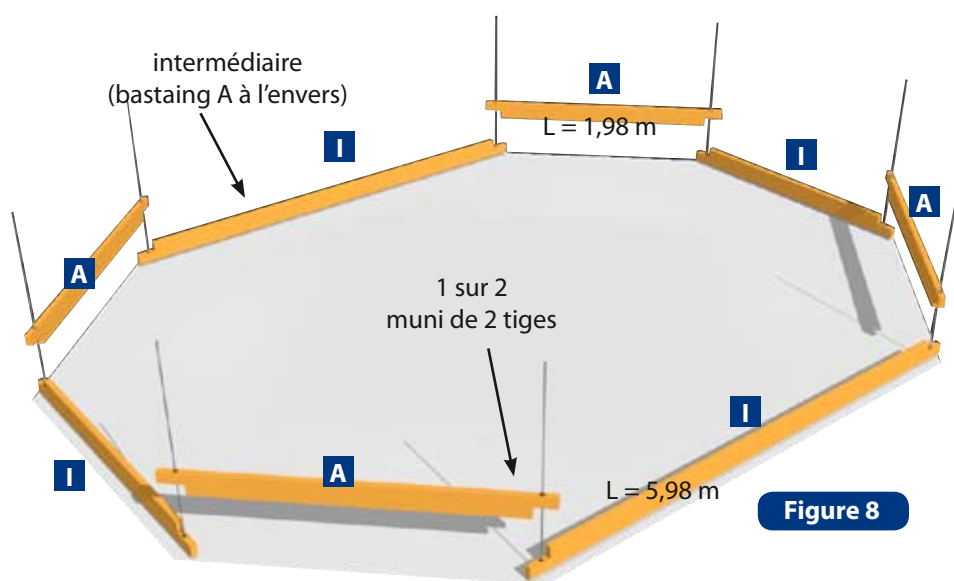

Figure 8
- Procédez de même sur tous les bastaings de base (figure 8, bastaings A).